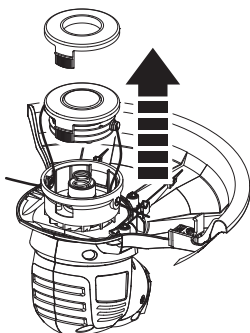

Fig. 19
- > Retire a bobina (14) da estrutura e elimine toda a linha (15) na bobina (Fig.19)